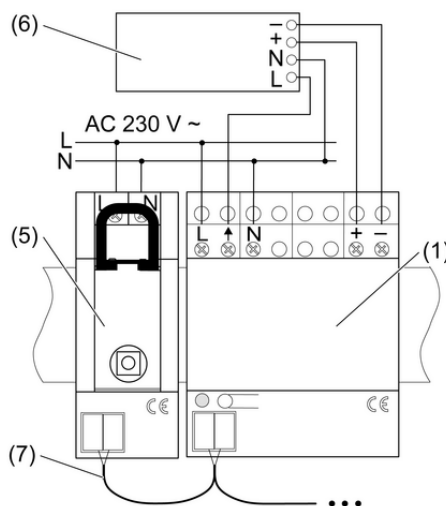

Bild 2
- Steuereinheit (1) auf Hutschiene montieren.
- Steuereinheit und Lampen-Betriebsgerät (6) gemäß Anschlussplan anschließen (Bild 2).
- Steuereinheit über die Anschlussklemme (4) mit einer Busleitung (7) mit dem Funk-Empfänger REG (5) bzw. anderen Funkaktoren verbinden.